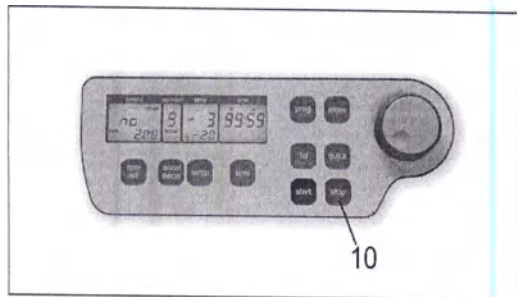

Рисунок 29
Кнопкой «stop» [стоп] (10) (см. рисунок 29) Вы можете остановить центрифугу в любое время. После нажатия кнопки, центрифуга замедляется с соответствующим установленным ускорением до полной остановки.